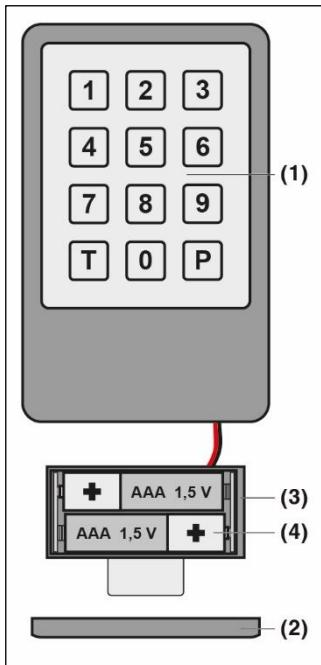
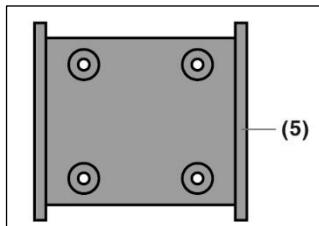

Fig. 1
Fig. 2
3 Gerätbeschreibung (Fig. 1 und Fig. 2)
4.1 Funk-Codetaster montieren (Fig. 1 und 2)